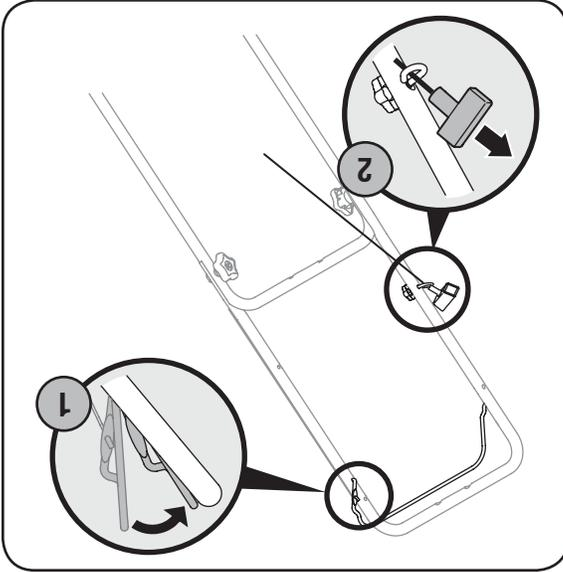

Figure 3-4
2. Tirez sur la poignée du démarreur jusqu'à ce que vous sentiez une légère résistance, puis tirez plus rapidement pour surmonter la compression, empêcher le recul et faire démarrer le moteur. Répétez au besoin. Voir la Figure 3-4.